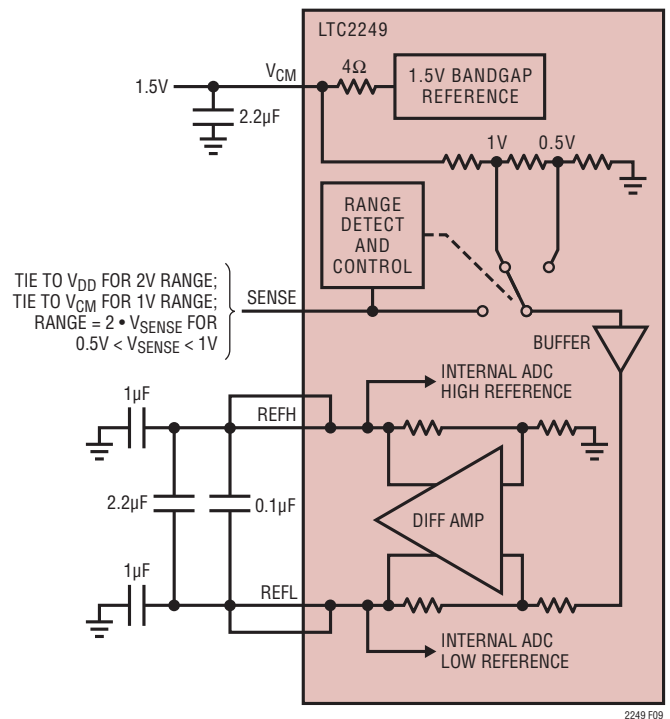

図9. 等価リファレンス回路
1.5Vのバンドギャップ・リファレンス、差動アンプ、およびスイッチングと制御の回路で構成されるLTC2249のリファレンス回路を図9に示します。内部電圧リファレンスはピンで選択可能な2V(差動±1V)または1V(差動±0.5V)の2つの入力レンジに設定することができます。SENSEピンをV_{DD}に接続すると2Vの範囲が選択され、SENSEピンをV_{CM}に接続すると1Vの範囲が選択されます。
差動アンプはADCの“H”リファレンスと“L”リファレンスを生成します。高速スイッチング回路がこれらの出力に接続されているので、これらの出力は外部でバイパスする必要があります。各出力には2つのピンがあります。パッケージのインダクタンスを減らすために複数の出力ピンを必要とします。バイパス・コンデンサは図9に示すように接続する必要があります。